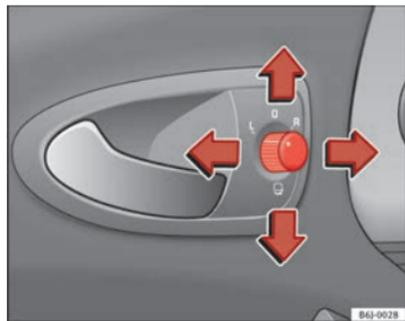

Fig. 68 Mando de los retrovisores exteriores
1. En primer lugar, gire el mando ⇒ fig. 68 hasta la posición **L** (retrovisor izquierdo).
- Gire el mando ⇒ fig. 68 hasta la posición ☐ para plegar los retrovisores exteriores. Para evitar daños en el vehículo, debería plegar los retrovisores exteriores siempre que utilice un túnel de lavado automático.